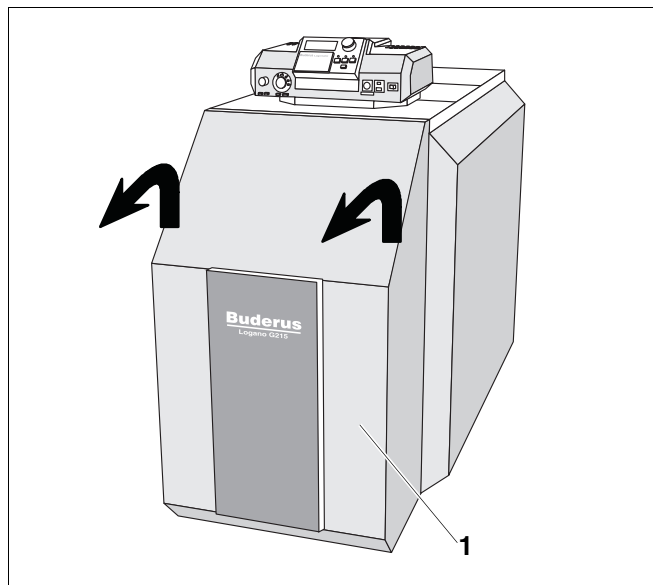

Bild 5 Ta bort brännarhuven
- Ta av brännarhuven (Bild 5, Pos. 1).